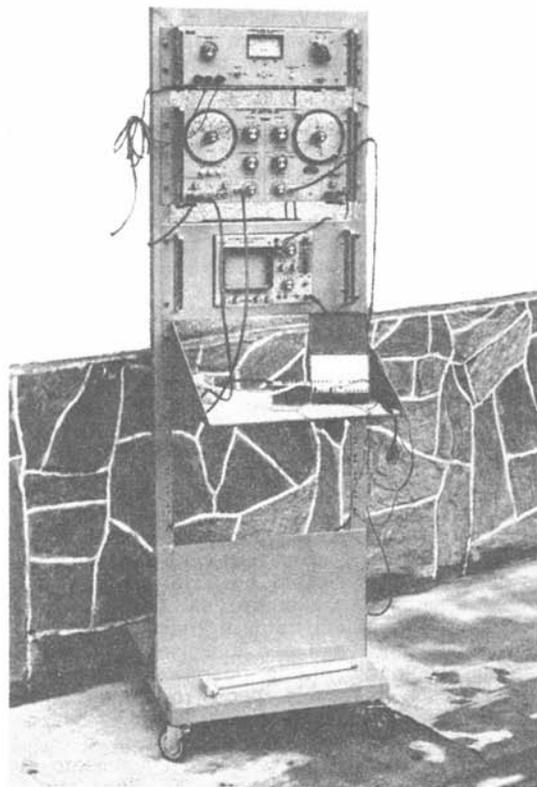

Fig. 1.4.2 - Carrello porta strumenti.
D) Carrello porta strumenti Fig. 1.4.2 - Si tratta di un carrello del tipo RACK appositamente studiato per l'alloggiamento di strumenti di laboratorio. È stato costruito dalla Ditta UNAOHM.
L'utilità del carrello in esame, raffigurato in fig. 1.4.2 è molteplice: